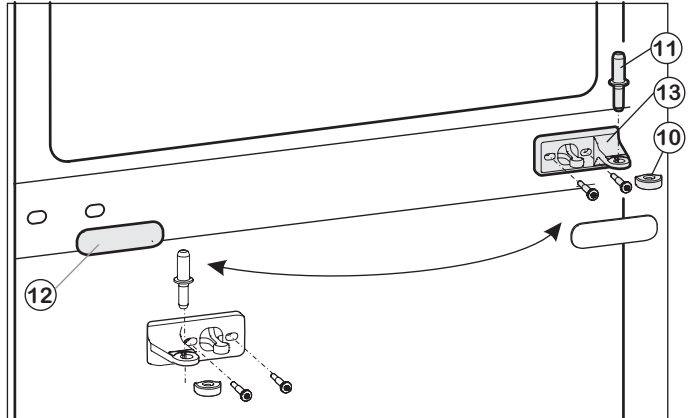
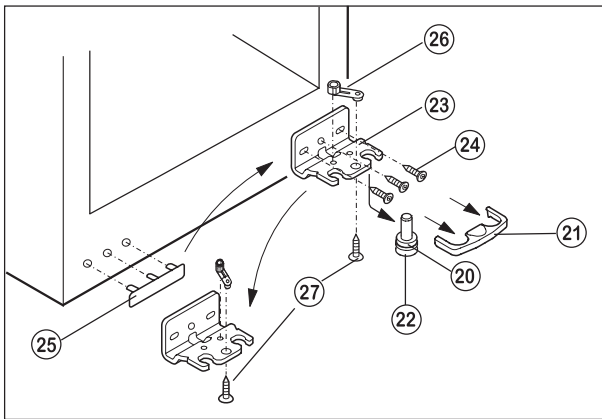

Fig. 2
Fig. 3
- Scoateți capacul de plastic Fig. 2 (10).
- Scoateți bolțul suport de la mijloc Fig. 2 (11).
- Scoateți masca de protecție Fig. 2 (12).
- Deșurubați suportul de lagăr central Fig. 2 (13) și mutați-l pe noua latură de balama în poziție rotită cu 180°.
- Înclichetați la loc masca de protecție Fig. 2 (12) pe noua latură a mânerului.
- Scoateți capacul inferior Fig. 3 (21) către înainte.
- Scoateți bolțul suport Fig. 3 (22) în jos și către înainte.
- Aveți grijă la bucșa balamalei Fig. 3 (20).
- Deșurubați suportul de lagăr Fig. 3 (23) (3 șuruburi Torx 25) Fig. 3 (24).
- Deșurubați suportul de lagăr Fig. 3 (26) (1 șurub Torx 25) Fig. 3 (27) și mutați-l în orificiul suport din partea opusă, apoi înșurubați-l strâns.
- Scoateți și mutați capacul de pe partea mânerului Fig. 3 (25).
- Înșurubați suportul de lagăr Fig. 3 (23) pe noua latură a balamalei.
- Așezați ușa de sus pe bolțul suport inferior Fig. 3 (22).
- Introduceți bolțul suport din mijloc Fig. 2 (11) în ușa inferioară pe noua latură a balamalei, prin intermediul suportului de lagăr central Fig. 2 (13).
- Așezați capacul de plastic Fig. 2 (10) pe suportul de lagăr central Fig. 2 (13) în poziție rotită cu 180°.
- Așezați ușa superioară pe bolțul suport central Fig. 2 (11).
- Aliniați eventual ușile cu carcasa aparatului, prin intermediul celor două orificii alungite din suportul de lagăr inferior Fig. 3 (23) și suportul de lagăr central Fig. 2 (13), iar apoi strângeți ferm șuruburile.
- Înclichetați la loc capacul Fig. 3 (21).